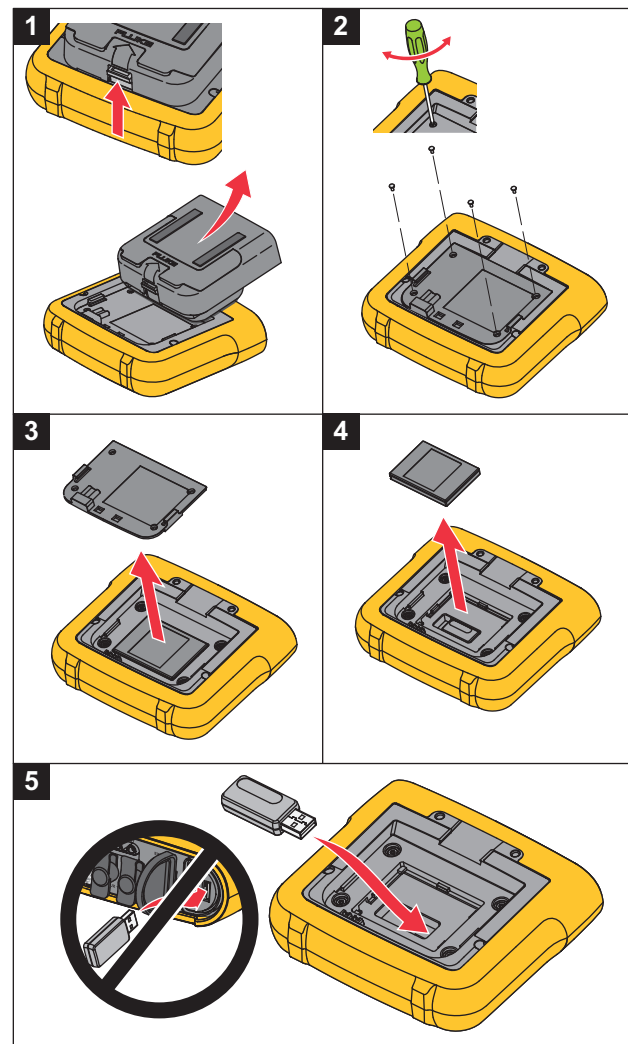

Figura 1. Installazione dell'adattatore
1. Rimuovere l'alimentatore. Vedere la Figura 1.